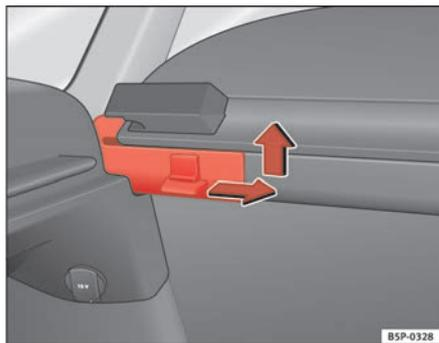

Fig. 124 Démontage de la plage arrière de rangement
- Appuyez sur la fiche latérale dans le sens de la flèche, soulevez la plage arrière et retirez-la ⇒ fig. 124.